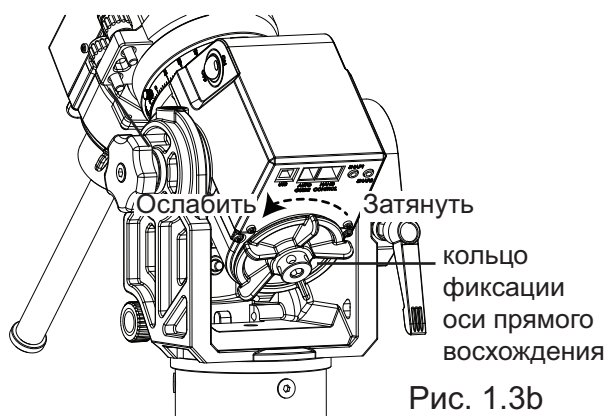

Рис. 1.3b
2. Ослабьте фиксатор оси прямого восхождения и поверните ось в положение, при котором штанга противовесов направлена вниз (рис. 1.3b).